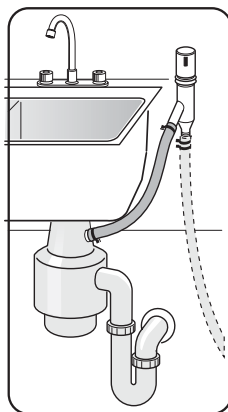

Figure 26
- 4 Sur la connexion de vidange d'un broyeur par un espace d'air, **figure 26**.